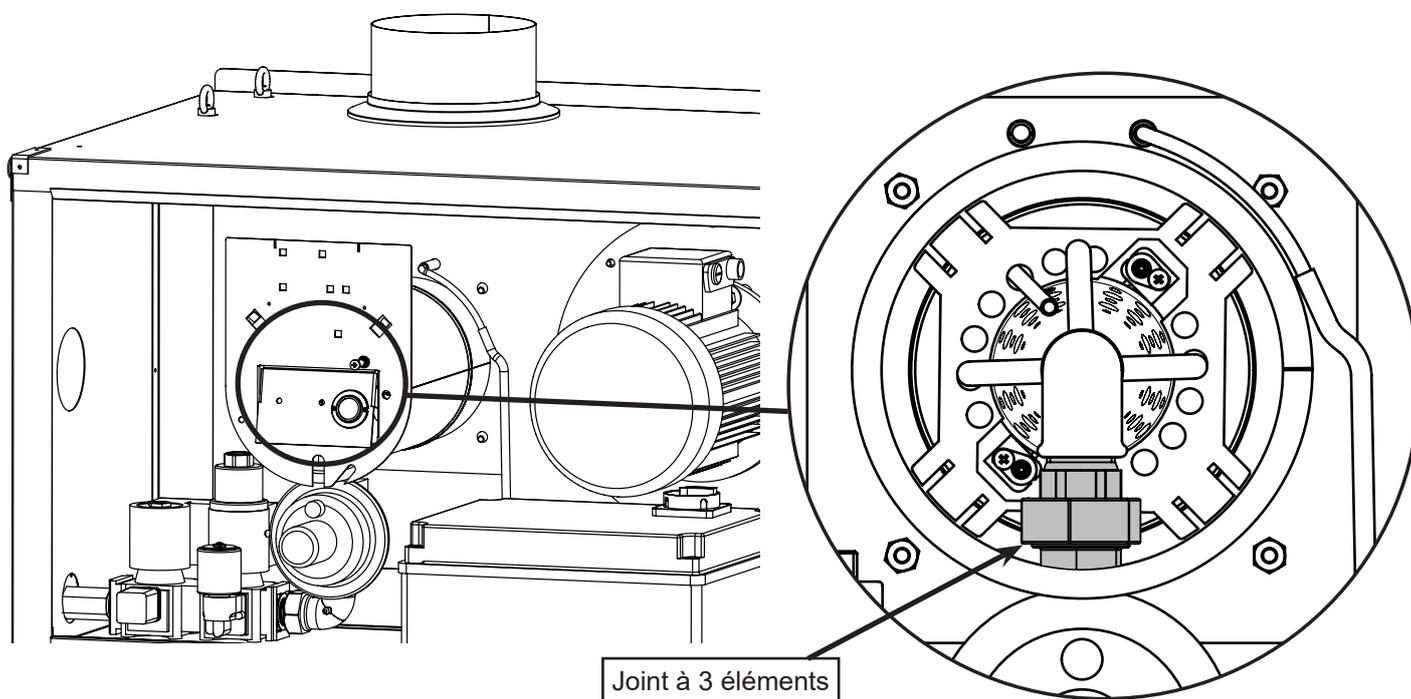

Fig.8.2 Dépose de la tête de combustion
- 3) Dévisser le joint en 3 parties qui maintient la tête de combustion (voir fig. 3.8 page 19 et fig. 8.2 page 71), retirer la membrane et la remplacer par la membrane correspondante pour GPL (propane G31), voir languette. 7.4, p. 67. Si vous remplacez la tête de combustion, retirez-la de la chambre de combustion, retirez les connexions (allumage et masse) et remplacez-la par la nouvelle tête de combustion. Avant de procéder au remplacement, vérifier que la nouvelle tête correspond aux tableaux de ce livret (tab. 7.4 à la page 67).